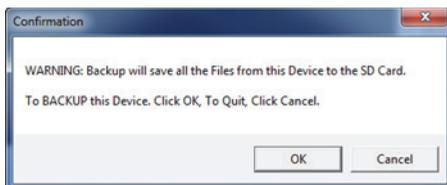

Figura 6-31 La finestra di dialogo Confirmation per confermare l'inizio del backup
5. Quando appare la finestra di dialogo **Confirmation** (conferma) [vedere Figura 6-31 a pagina 354], cliccare su **OK** per iniziare la procedura di backup.